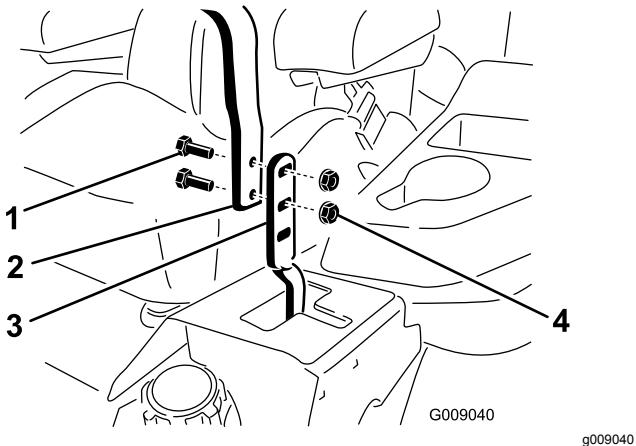

Figura 76
3. Allentate i bulloni e i dadi delle flange montati sulle leve (Figura 76).
4. Allineate le leve longitudinalmente portandole assieme in FOLLE, fatele scorrere finché non sono allineate e serrate i bulloni (Figura 76).